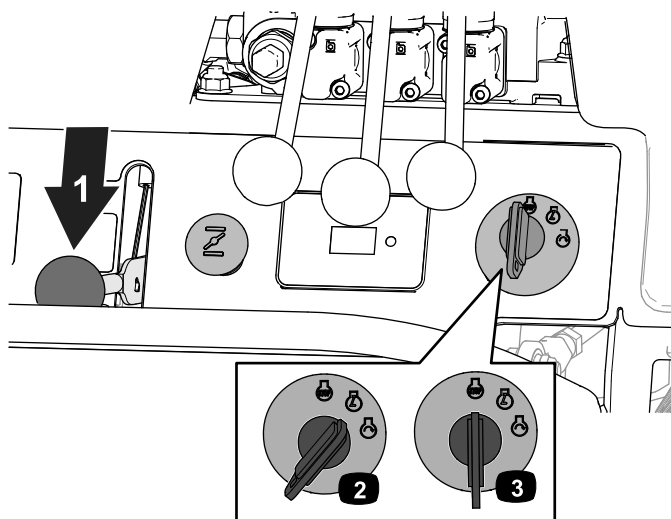

Figure 28
4. Placez la commande d'accélérateur à la position BAS RÉGIME (Figure 28).
5. Tournez la clé de contact à la position ARRÊT (Figure 28).